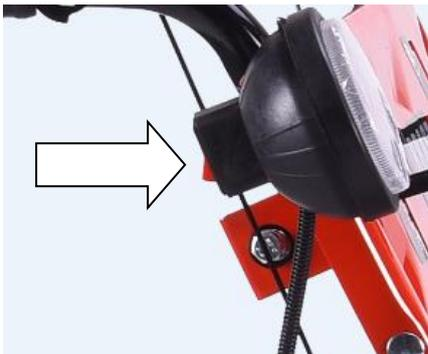

Abb. 15
- Der Lichtschalter steuert die Leuchte (Abb. 15). Das Licht kann NUR bei laufendem Motor eingeschaltet werden!